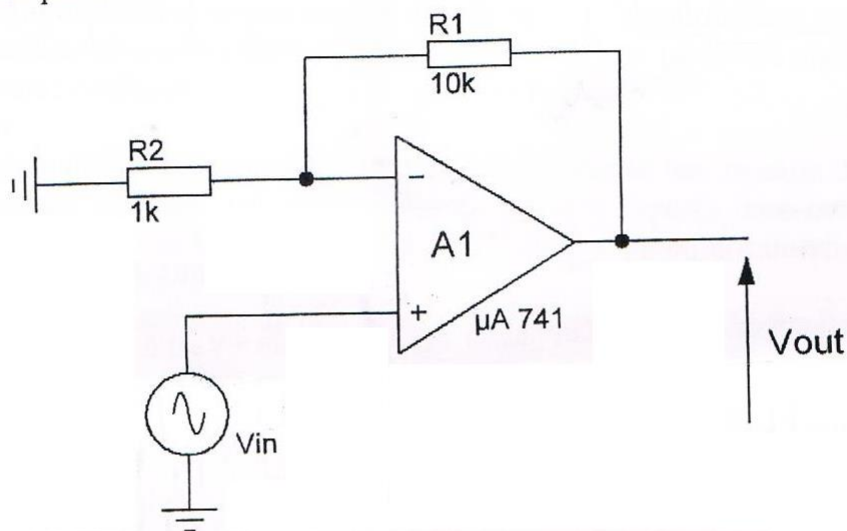

Figure 5 : Montage amplificateur non inverseur
- Construire l'amplificateur non inverseur comme indiqué sur la figure 5. Alimenter l'ampli Op avec une tension symétrique +15V et -15V.